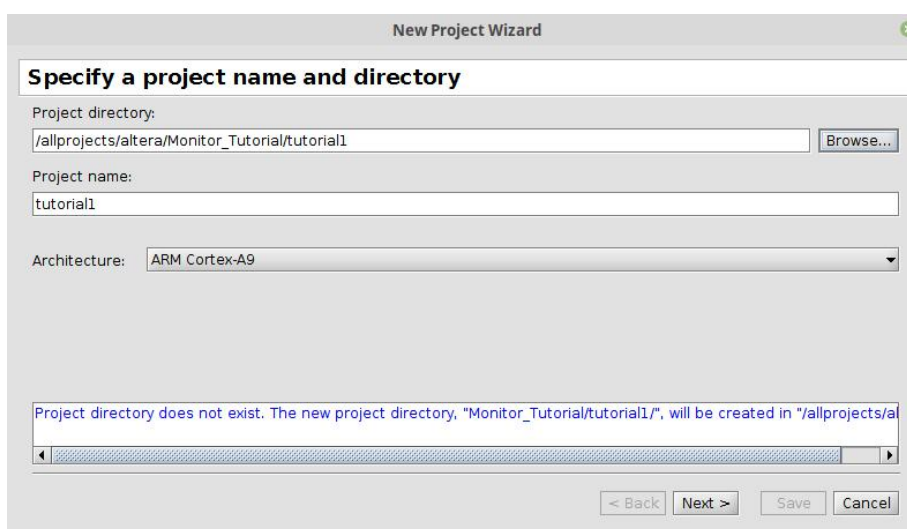

Рис. 34. Вкладка Specify a project name and directory
2. Оберіть меню *File* → *New Project*. Збережіть проект у директорії *Monitor_Tutorial/tutorial1*. Оберіть архітектуру *ARM Cortex-A9* (рис. 34). Натисніть *Next*.